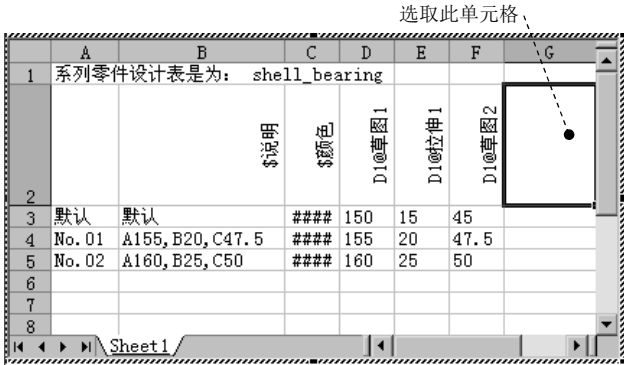

图 7.2.15 选取单元格
Step3. 在系列零件设计表中添加项目。在系列零件设计表中单击图 7.2.15 所示的空白